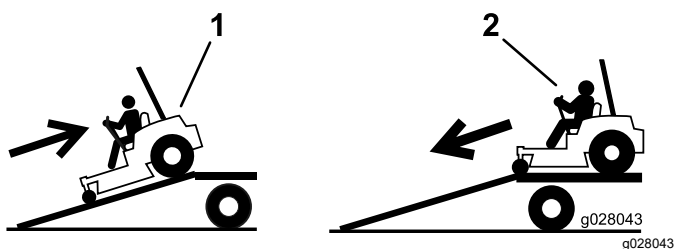

Figura 42
4. Risalite in retromarcia la rampa (Figura 42).
2. Scendete dalla rampa in marcia avanti (Figura 42).